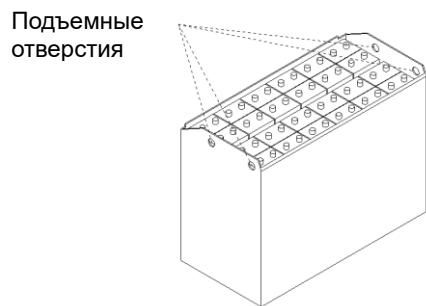

Рисунок 2-36
(4) Места захвата для подъема аккумулятора показаны на Рис. 2-36.